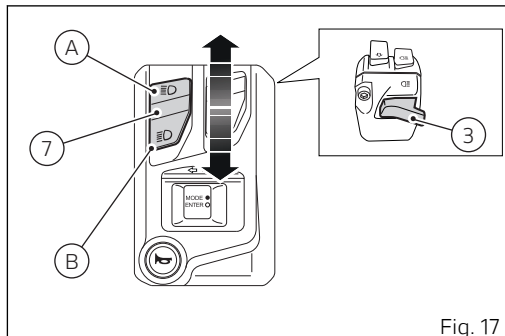

Fig. 17
Si se activa la luz de cruce, también es posible encender la luz de carretera con el pulsador (7, Fig. 17) posición (A) o activar la ráfaga con el pulsador (3, Fig. 17).
Si durante el key-on no arranca el motor, es posible activar las luces de cruce/carretera presionando el pulsador (7, Fig. 17) las posiciones (B) y (A) o activar la
ráfaga con el pulsador (3, Fig. 17) en el conmutador izquierdo.
Presionando el pulsador (7, Fig. 17), además de encenderse las luces de carretera y de cruce, se apaga la luz DRL. Al soltar el pulsador de las luces
(7, Fig. 17), la luz DRL vuelve a encenderse automáticamente.